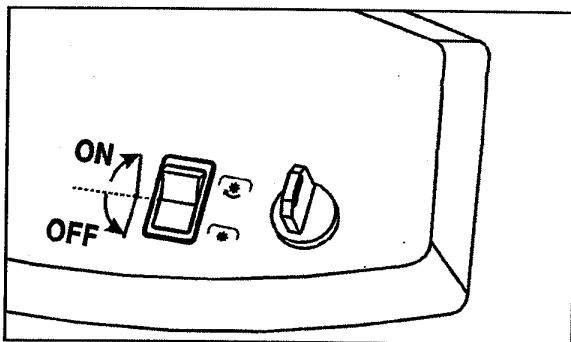

Fig. 19
3. Une fois sur le site, embrayer la tondeuse à l'aide de l'interrupteur de mise en route de la coupe (Fig. 19).
- c. le commutateur ou levier de tondeuse est en position ON (Fig. 19)